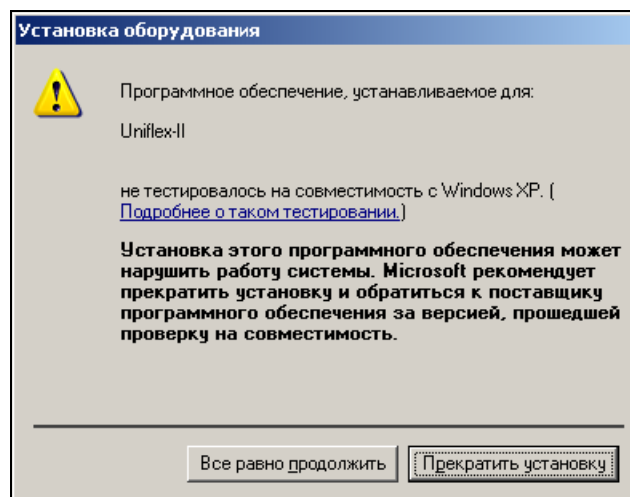

Рис. 7. Окно предупреждения
В зависимости от установленной версии ОС, после запуска процесса установки (нажатия на кнопку **Install**) возможно появление окна предупреждения (см. Рис. 7, стр. 11). В этом случае, для продолжения нажмите на кнопку **Все равно продолжить**.
7. Нажмите кнопку **Далее >**. На экране появится окно предупреждения, представленное на Рис. 7.